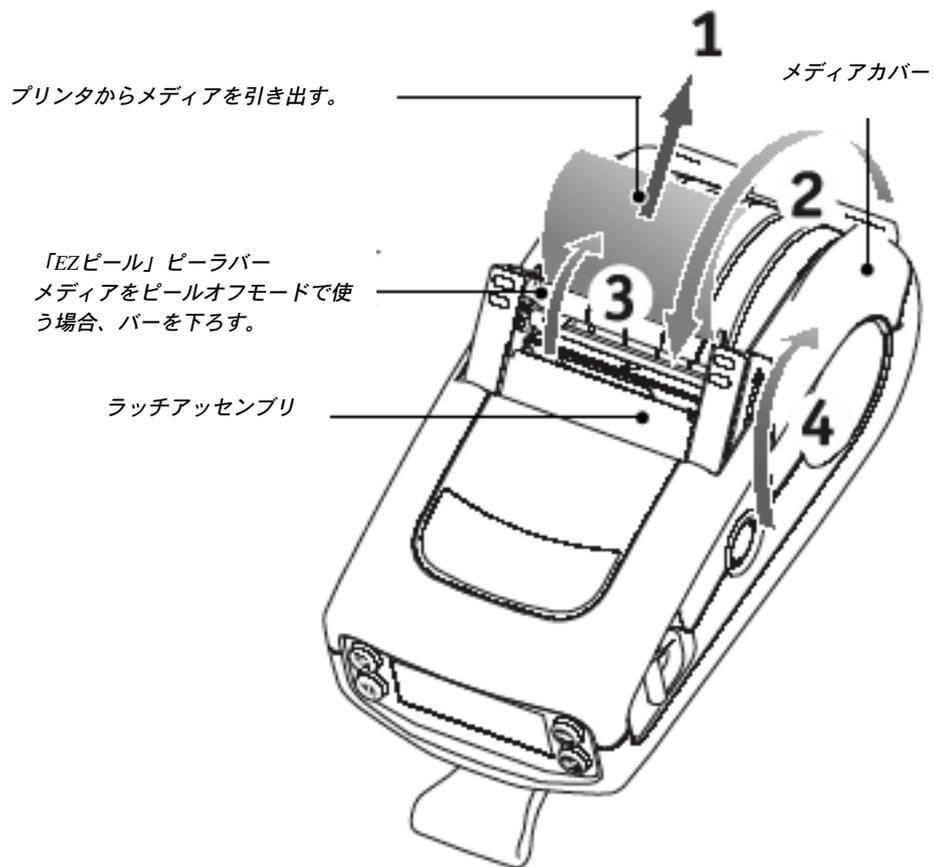

図7：QL220 を閉じる
3. メディアカバーを閉める：図7を参照してください。
- テアオフモードでプリンタを使用する場合、図7の2に示されているようにメディアカバーを閉めてください。次に図7の4の方向に、ラッチアセンブリを固定位置におさまるまで回転してください。
- ラベルプレゼントモードでプリンタを使用する場合、メディアからラベルを何枚かはがして、図7の1に示されているように、プリンタから引き出してください。メディアカバーを図7の2に示されているように閉めてください。次にラッチに固定されるまで図7の3に示されているように、「EZピール」ピーラーバーを回転させてください。それから図7の4の方向にラッチを回転させ、固定してください。